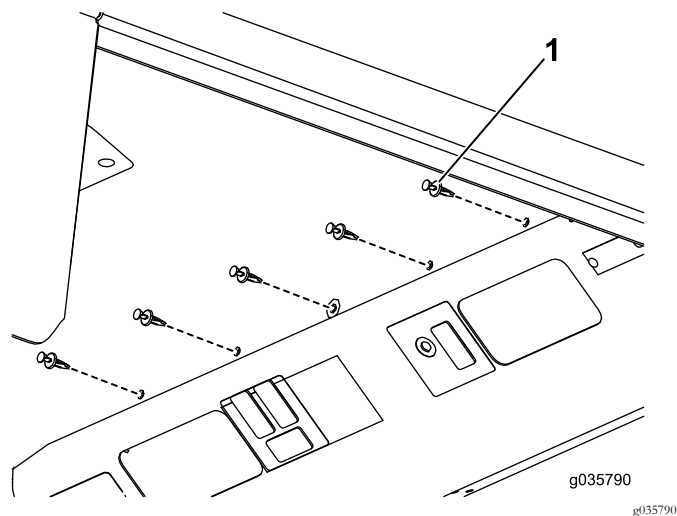

Bild 5
3. Befestigen Sie die Decke mit den zehn Nieten (Bild 5).